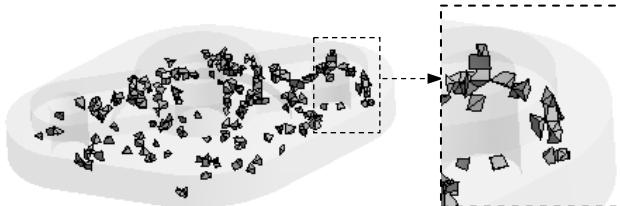

图 5.4.6 四棱锥单元
- ◆ —— Pyr13 图例：表示 13 单元节点的四棱锥单元，单击图表中对应颜色的柱状图，在图形区显示所有的四棱锥单元，如图 5.4.6 所示。